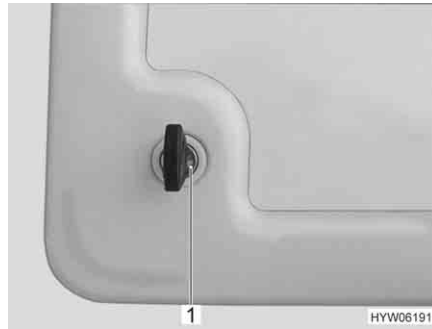

Fig. 46 Cierre a presión de la trampilla de servicio
- Introducir la llave en el cilindro de cierre del cierre a presión bajo llave (Fig. 46,1) y girarla un cuarto de vuelta. El cierre a presión está desbloqueado.
- Introducir la llave en el cilindro de cierre del cierre a presión bajo llave (Fig. 46,1) y girarla un cuarto de vuelta. El cierre a presión está bloqueado.